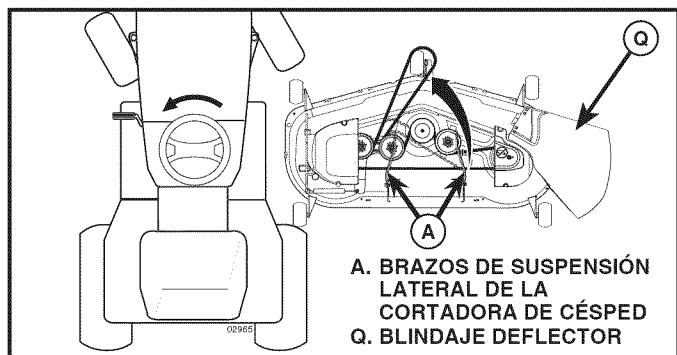

Fig. 8
- 4. DESLICE LA CORTADORA DE CÉSPED DEBAJO DEL TRACTOR (Vea Fig. 8)**